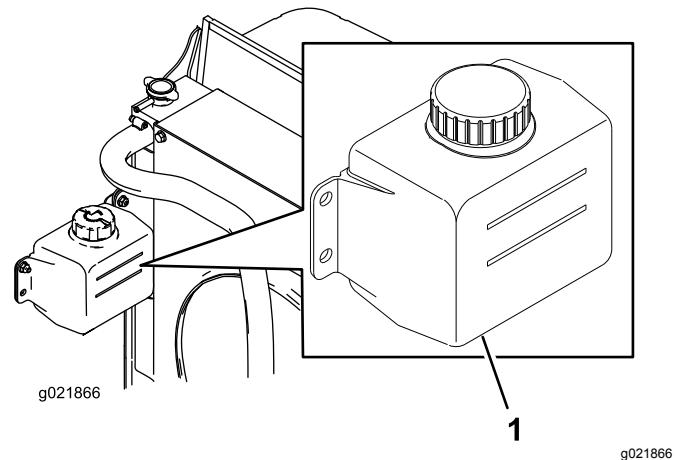

Bild 12
1. Prüfen Sie den Kühlmittelstand im Ausdehnungsgefäß (Bild 12).